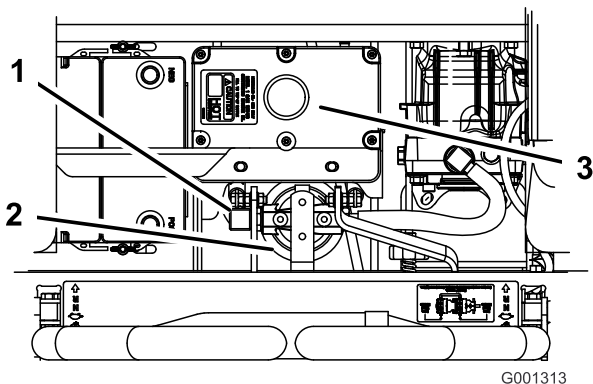

Bild 74
4. Nehmen Sie den rechten Hydraulikschlauch ab, der im Adapter endet (Bild 74).
6. Befestigen Sie die rechte Hydraulikleitung am Adapter (Bild 74).